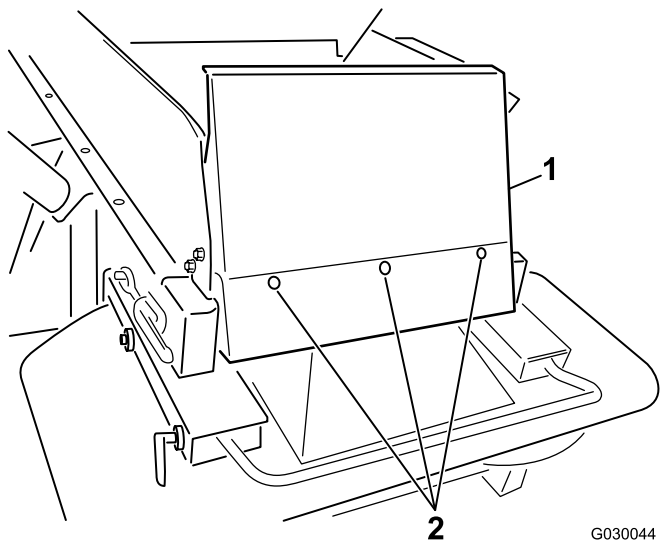

Рисунок 7
6. Установите защитное ограждение бункера с помощью поставляемых в комплекте болтов со сферической головкой (1/4 x 5/8 дюйма) и нейлоновых контргаек (Рисунок 7).